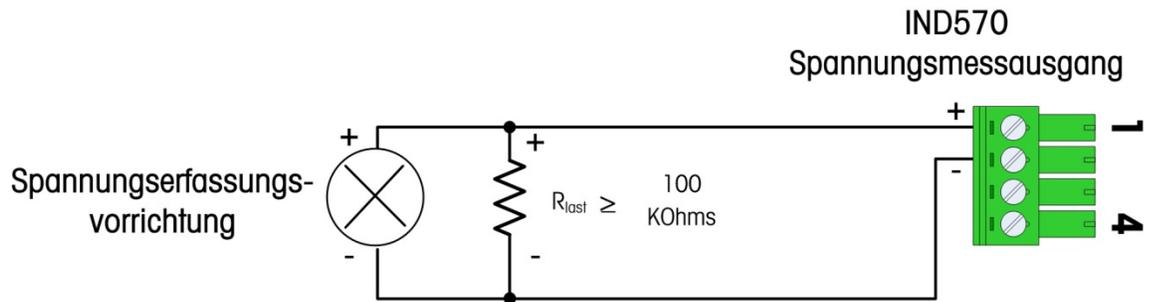

Abbildung 1-5: Typischer Spannungsmessanschluss
- Überprüfen Sie die ordnungsgemäße Verdrahtung entsprechend Abbildung 1-5.
- Überprüfen Sie bei einem 0-10 V-Ausgang die korrekte Verdrahtung entsprechend Abbildung 1-5 und stellen Sie sicher, dass die Ausgangslast mindestens 100 kOhm beträgt.